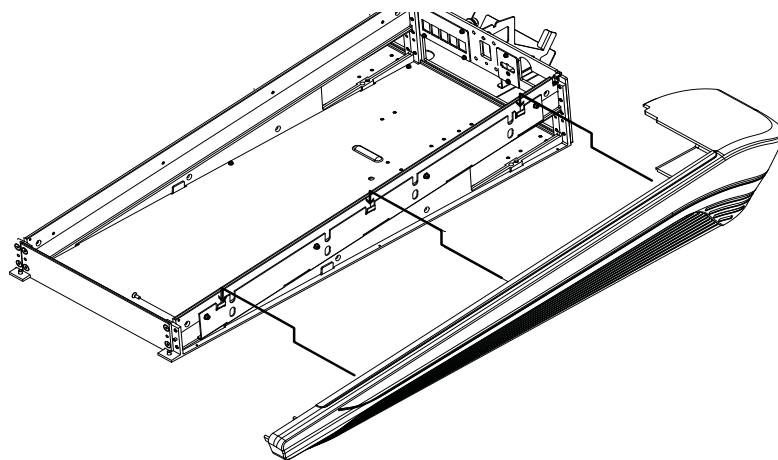

図 30. 右側のサイド・カバーを取り付ける（ボルスターは図に含まない）
- 4 電源ケーブルと Ethernet ケーブルが取り付けの邪魔にならないことを確認してから、右側のサイド・カバーを右側の取り付け用プレートに取り付けます（図 30を参照）。
- 5 シャーシの内側から、フィリップスのフラットヘッドねじを4つ使って、右側のサイド・カバーをフレームに固定します（図 30を参照）。